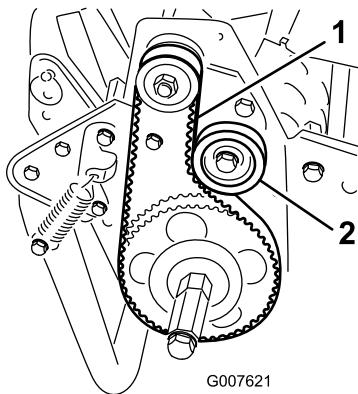

Figure 31
2. Contrôlez la tension en exerçant une force de 1,8 à 2,3 kg à mi-distance entre les poulies (Figure 31). La courroie doit présenter une flèche de 6 mm.
- A. Desserrez l'écrou de fixation de la poulie de tension et faites pivoter la poulie dans le sens horaire contre l'arrière de la courroie jusqu'à ce que vous obteniez la tension voulue (Figure 31).